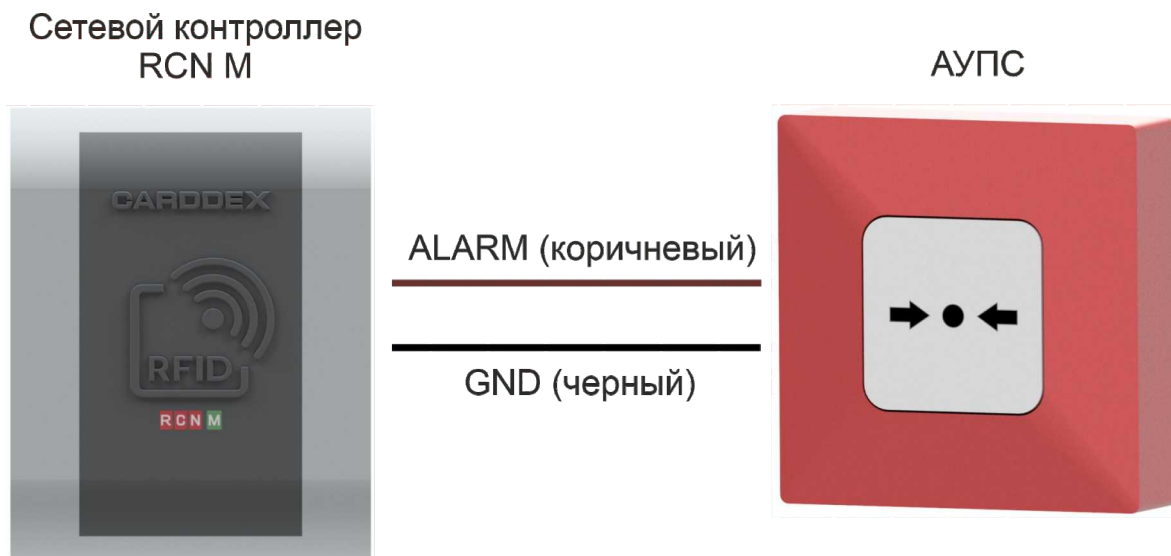

Рисунок 4.2 Подключение к «RCN M» АУПС
2. При подключении к АУПС на «сухой контакт» контроллер автоматически разблокирует проход во время пожарной тревоги. Контроллер подключается на нормально-разомкнутые контакты АУПС (Рисунок 4.2)